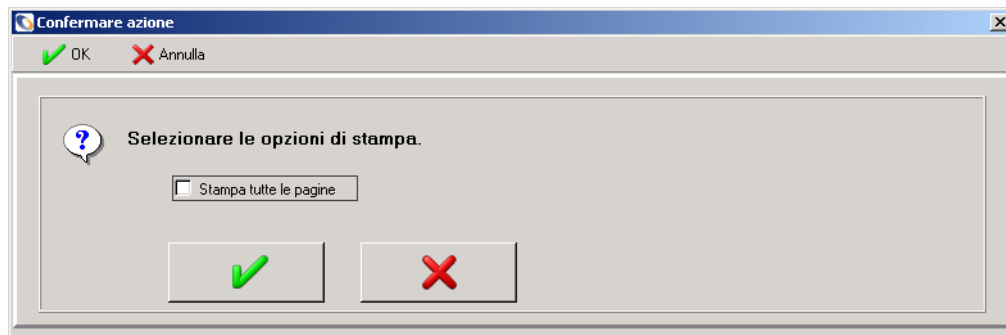
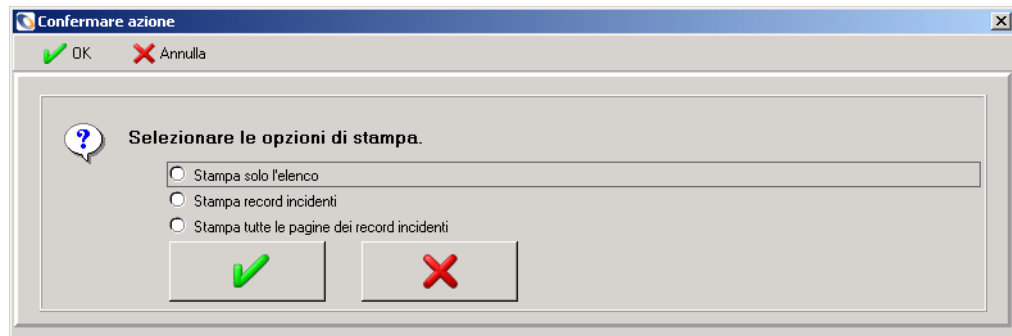

Figura A-4: Opzioni di stampa elenco: stampante client
Figura A-5: Opzioni di stampa elenco: stampante server
Verrà visualizzata la finestra di dialogo **Confermare azione** (Figura A-4 a pagina 566) che consentirà di scegliere le opzioni di stampa. Se è stata configurata la stampante server [S], verranno visualizzate le opzioni di stampa da server (Figura A-5 a pagina 567).
- 4 Se è configurata la stampante server [S] (Figura A-5):